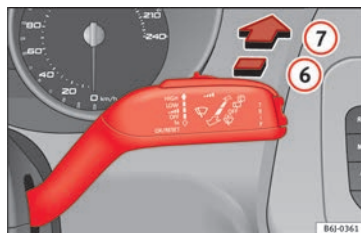

Fig. 96 Leva del tergicristallo: tergilunotto.
– Muovere la leva verso l'alto fino alla posizione ⑦ » fig. 96. In questo modo il tergilunotto effettua un'escursione ogni 6 secondi circa.
– Spingere la leva in avanti fino in fondo, portandola nella posizione ⑦ » fig. 96. Il